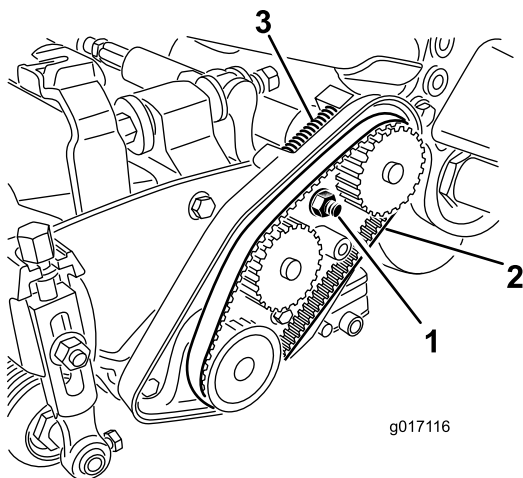

Bild 17
3. Lösen Sie die Mutter des Lagergehäuses (Bild 17).
5. Nehmen Sie den Riemen ab (Bild 17).
12. Stellen Sie sicher, dass die Druckfeder den Riemen spannt (Bild 17).